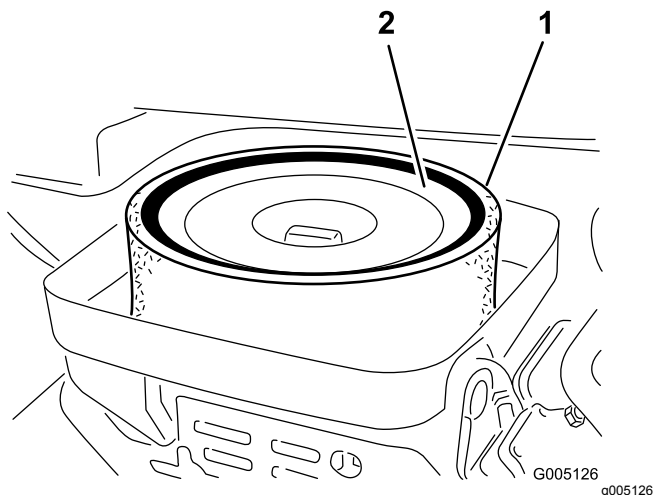

Figura 37
3. Retire la tuerca de orejeta que sujeta los elementos a la carcasa del limpiador de aire (Figura 37).
4. Si el elemento de espuma está sucio, sepárelo del elemento de papel (Figura 37). Límpielo a fondo, de la manera siguiente: